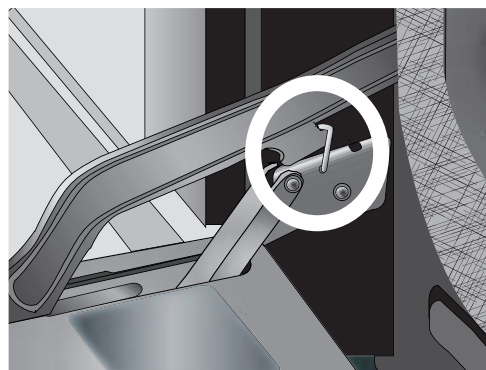

Figure 15 : fixation de charnière verrouillée en place
3. Soulever les fixations de charnière (une de chaque côté) des fentes (figure 15).